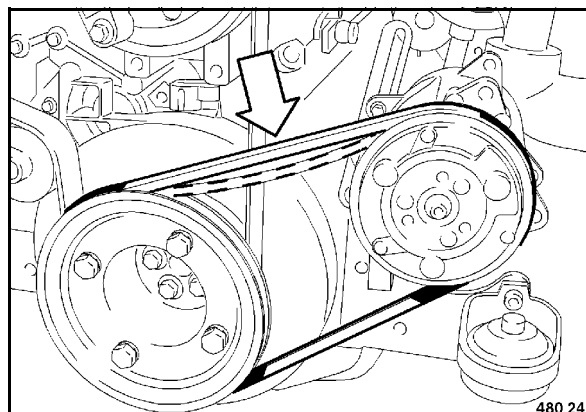

fig. 115
- Vérifier visuellement l'état (détériorations ou déchirures) de la courroie (fig. 115). Echanger une courroie endommagée.